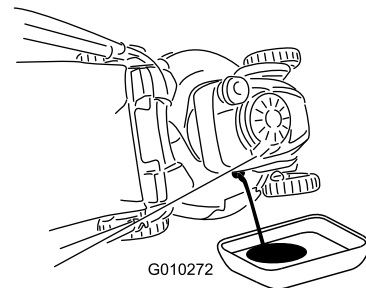

Bild 23
3. Entfernen Sie den Peilstab, indem Sie den Deckel nach links drehen und herausziehen (**Bild 23**).
4. Kippen Sie die Maschine seitlich (Luftfilter nach oben), um das Altöl aus dem Öleinfüllstutzen abzulassen (**Bild 23**).